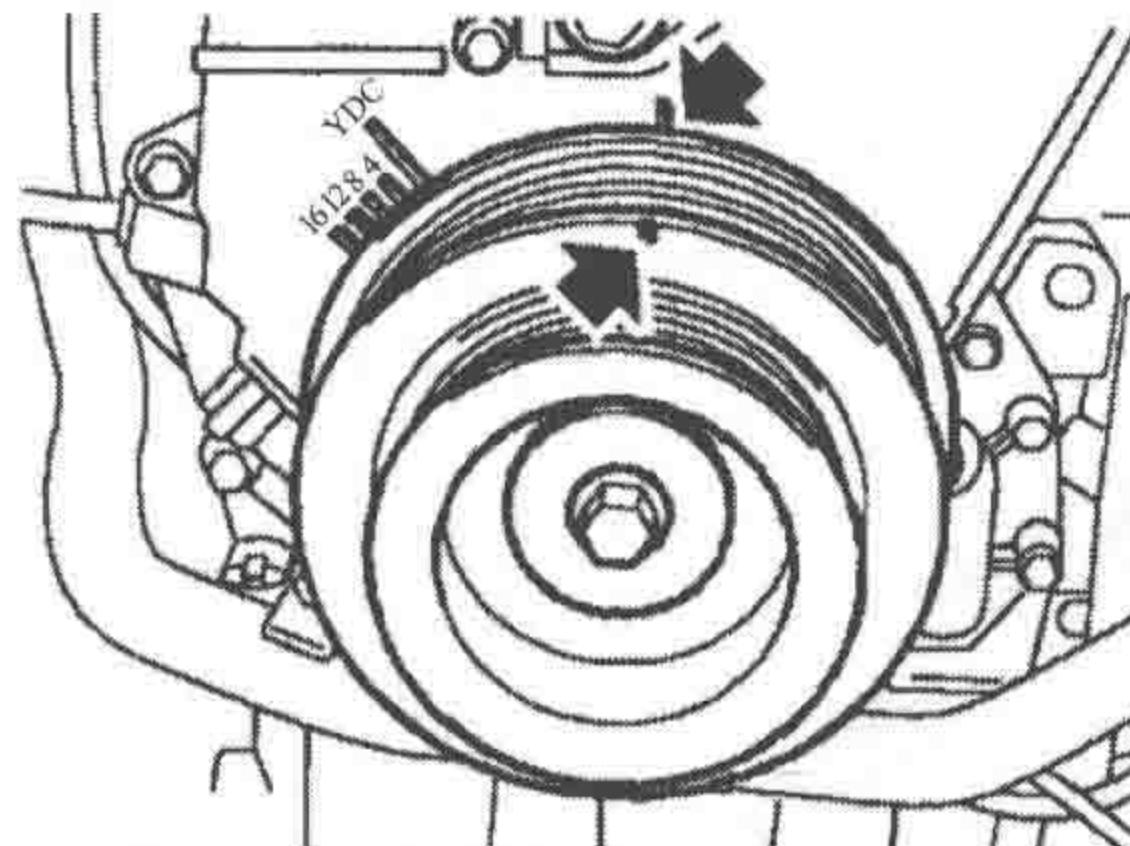

图 1-1-4 正时标记识别
- ⑪ 检查并确保曲轴皮带轮的正时标记和正时带下前上盖的正时标记对准，如图 1-1-4 所示。